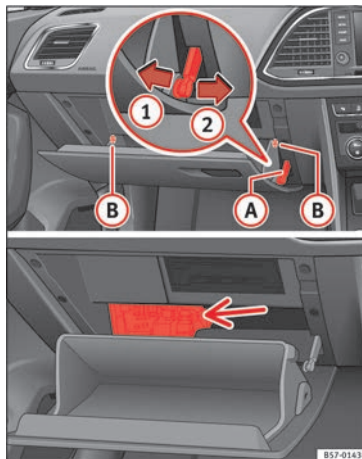

Fig. 102 Cassetto portaoggetti (guida a destra): accesso alla scatola dei fusibili.
- Smontare il freno di apertura » **fig. 102 A** in due passaggi: sbloccare innanzitutto il freno tirandolo all'indietro (freccia ①) e quindi spostarlo leggermente verso destra (freccia ②). Rimuovere la guida quando il coperchio si trova in una posizione di apertura normale (30°).